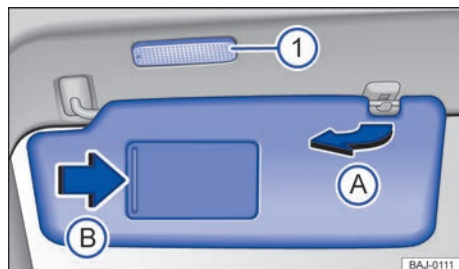

Fig. 100 En el revestimiento interior de la parte delantera del techo: parasol.
- Se pueden extraer del soporte y girar hacia las puertas → fig. 100 (A).
En la parte posterior del parasol hay un espejo de cortesía provisto de una tapa. Al desplazar la tapa → fig. 100 (B), se enciende una luz → fig. 100 (1).